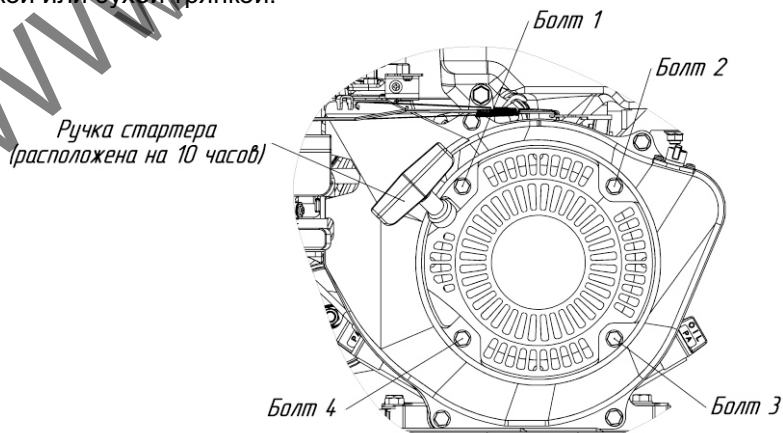

Рис.15 Схема крепления стартера на двигателе
- открутить 4 болта (см. рис.15);
- установить стартер на место таким образом чтобы ручка стартера была расположена на 10 часов (см. рис.15);
- закрутить 4 болта (см. рис.15).